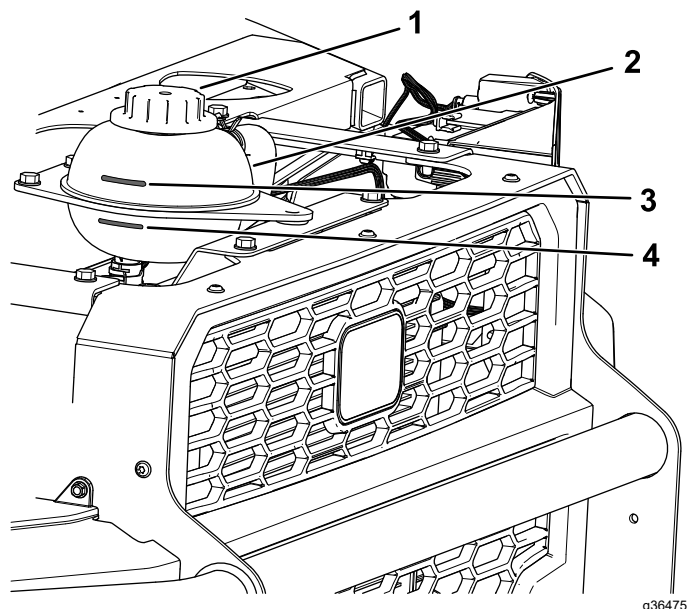

Figura 106
4. Controllate il livello del refrigerante nel serbatoio del refrigerante (Figura 106).